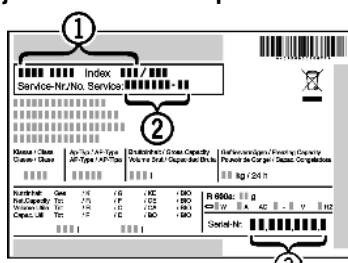

Fig. 41
- Ierīces nosaukumu Fig. 41 (1), servisa Nr. Fig. 41 (2) unsērijas Nr. Fig. 41 (3) nolasiet datu plāksnītē. Datu plāksnīte atrodas ierīces iekšpusē pa kreisi.